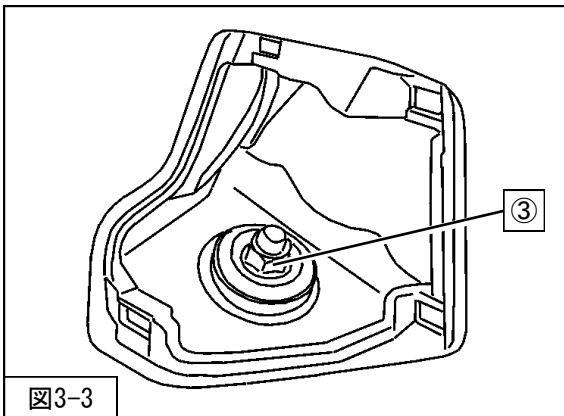

図3-3
を取外してください。(図3-3)
5. ④リアショックアブソーバASSYロア取付ボルト・ナットを取外してください。(図3-3)